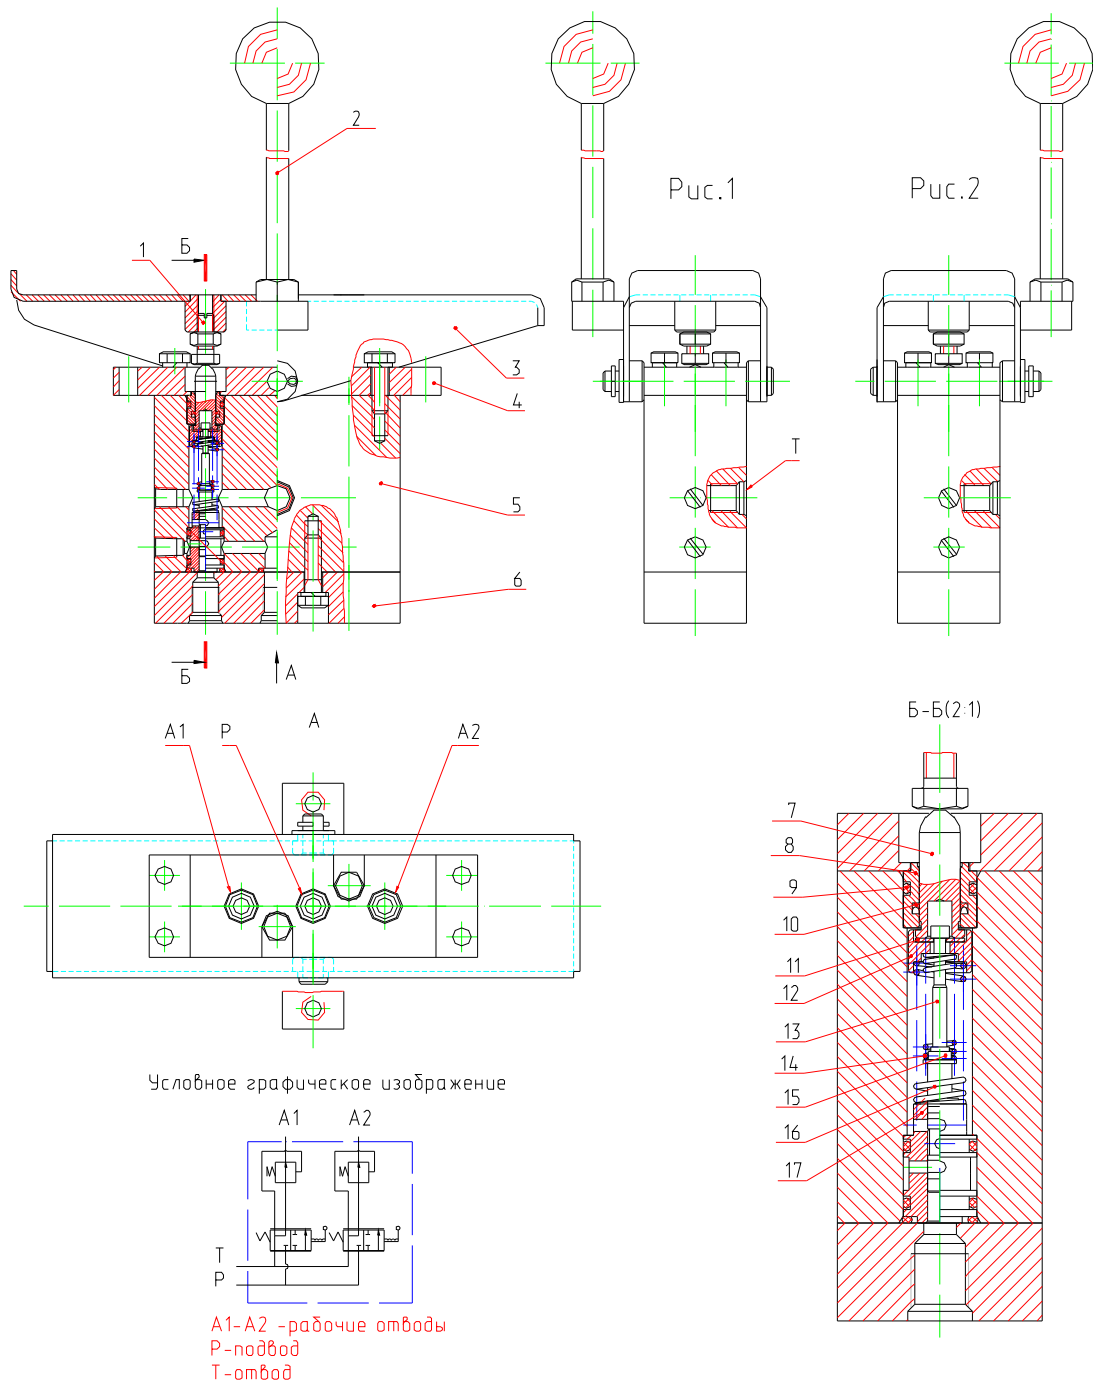

Рис. 39 Педаальный блок управления ходом.
2) **Педаальный блок управления** (рис.39) – двухзолотниковый с возможностью включения одного из золотников педалью и с возвратом в нейтральное положение рычага при снятии с него управляющего усилия.